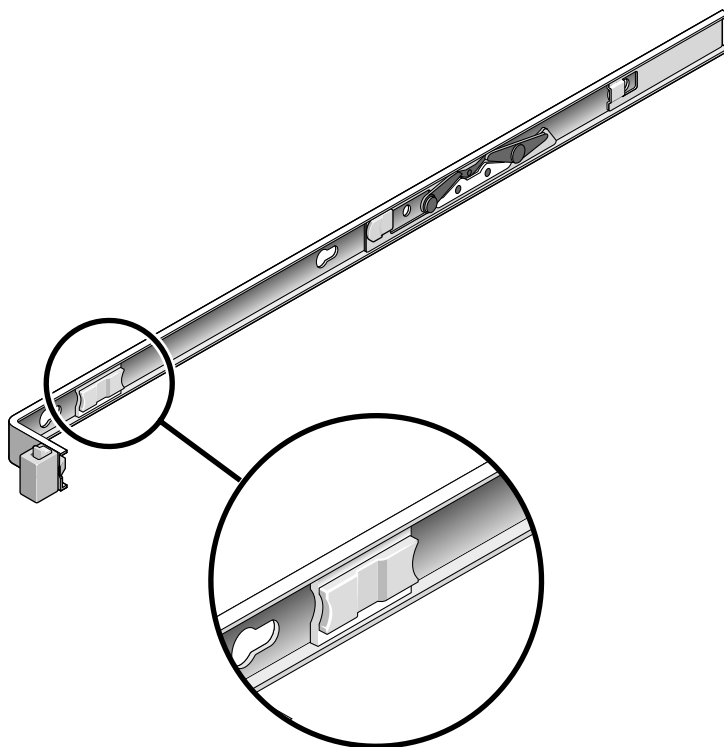

图 2-13 滑轨释放按钮
6. 同时将两个滑轨释放按钮朝自己拉动，并将服务器滑入机架（图 2-13）。